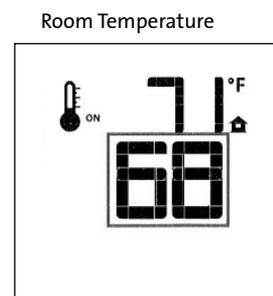

Figure 58. Modifier le réglage de température.
- Pour modifier le réglage de température, appuyez sur les touches fléchées «Haut» ou «Bas» jusqu'à ce que le réglage de température désiré soit affiché. Fig. 58.